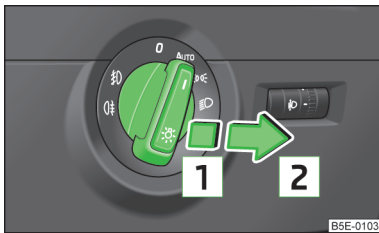

Abb. 33
- Den Lichtschalter in Stellung **AUTO**,  oder  » Abb. 33 drehen.
- Den Lichtschalter in Stellung **AUTO** oder  bzw.  » **Abb. 33** auf Seite 58 drehen.